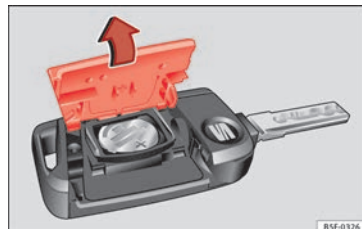

Abb. 133 Fahrzeugschlüssel: Deckel des Batteriefachs öffnen.
- Abdeckung auf der Rückseite des Fahrzeugschlüssels » **Abb. 133** in Pfeilrichtung abnehmen » ❶.
- Abdeckung wie gezeigt ansetzen » **Abb. 133** und entgegen der Pfeilrichtung auf das Fahrzeugschlüsselgehäuse drücken, bis sie einrastet.
❶ VORSICHT